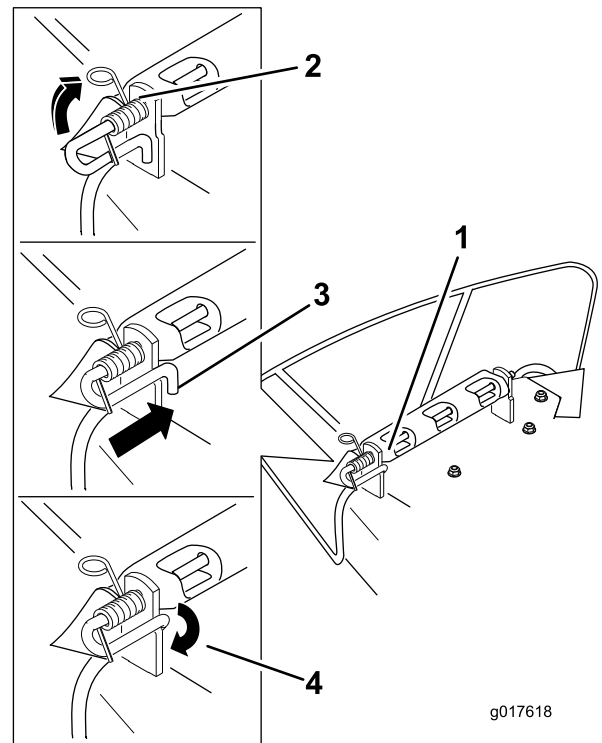

Figura 61
soldados de la carcasa, según se muestra en Figura 61.
6. Levante el extremo del muelle que tiene bucle y colóquelo en la muesca del soporte del deflector (Figura 61).
7. Fije el conjunto de varilla y muelle torciéndolo de manera que el extremo corto de la varilla pueda colocarse detrás del soporte delantero que está soldado a la carcasa (Figura 61).